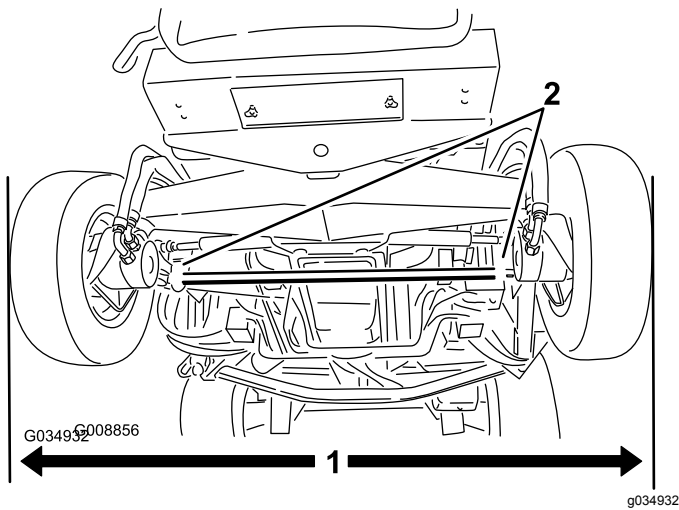

Bild 118
1. Wenn die Hinterreifen gerade stehen, messen Sie den Außenabstand (auf Achshöhe) vorne und hinten an den Hinterreifen (Bild 118).
2. Lockern Sie zum Einstellen der Vorspur die Klemmen an beiden Enden der Spurstangen (Bild 118).